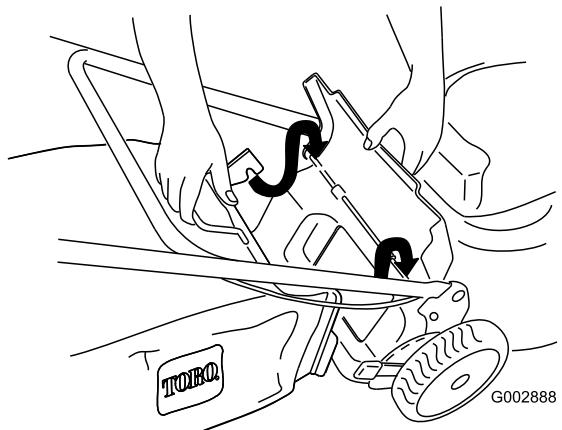

Figura 23
3. Instale la bolsa sobre la varilla de la puerta (Figura 23).